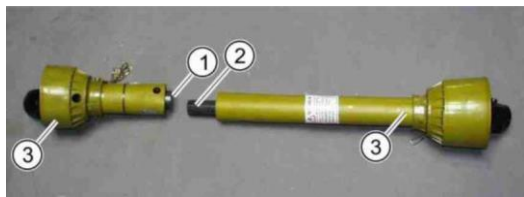

Рис. 20. Вставной приводной карданный вал
В качестве приводного карданного вала используется двухсекционный вал (Рис. 20). Внешняя часть (1) и внутренняя часть (2) вставляются друг над другом и образуют подвижное соединение, компенсирующее разность расстояния между местами шарнирного соединения при подъеме и опускании мульчирующей фрезы.